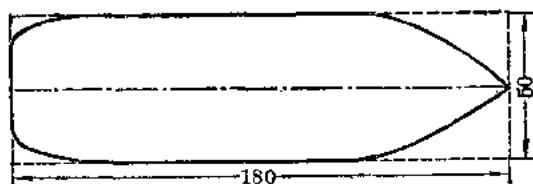

图 1
i. 在削船体时，为了使船体平衡，可先在木块上划一条中心线（图1），然后再行削制。
ii. 削制时将长方形木块，按图1削成船体状，船头部分削尖，船尾部分略为削去方角即可。船体底部为了减少船体在水中行进时的阻力，可以削成逐渐向中线尖斜，尤其是头部，更需陡斜一些，如图2所示。